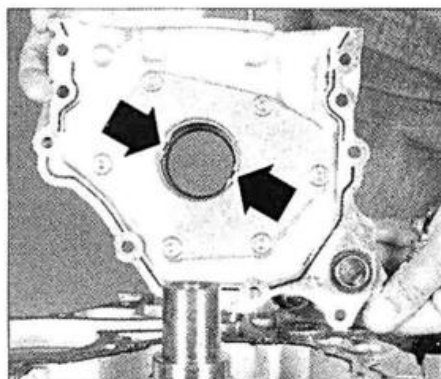

FIG. 19
- Colocar una junta tórica nueva y montar la bomba de aceite en el cigüeñal alineando los dos rebajes de la bomba con los del cigüeñal (fig. 19).